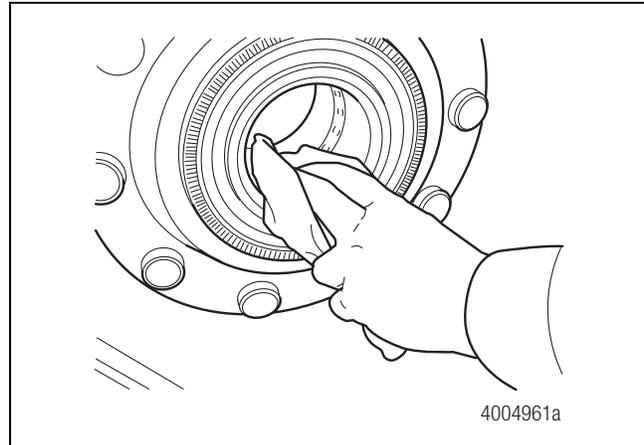
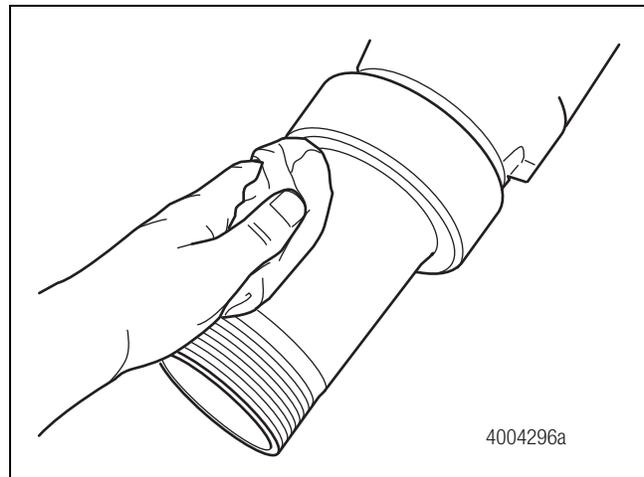

Figura 3.19
Figura 3.20
1. Utilice un trapo limpio para limpiar la espiga del eje y el contorno del diámetro interior de la maza. Figura 3.19 y Figura 3.20.